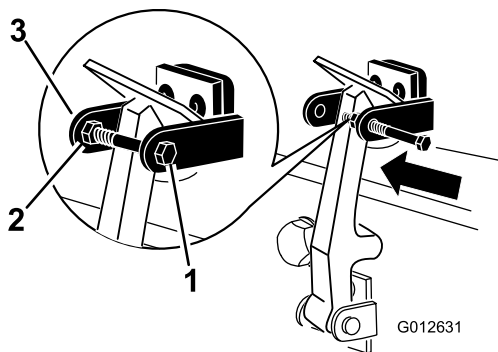

図 6
8. フードラッチブラケットのもう一つのアームにボルトを差し込んでラッチをロックする 図 6。ボルトをしっかり締め付けるが、ナットは締め付けない。